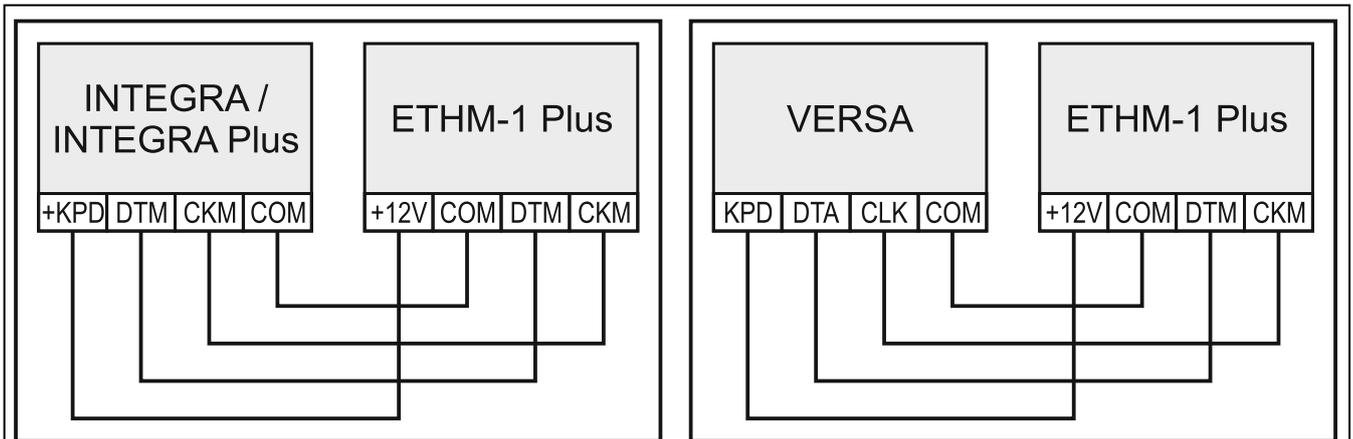

Abb. 2. Anschluss des Moduls an die Alarmzentrale.
3. Verbinden Sie die Klemmen +12V, COM, DTM und CKM des Moduls mit den Klemmen der Alarmzentrale (Abb. 2). Wir empfehlen die Verbindung mittels eines geraden ungeschirmten Kabels auszuführen. Bei der Verwendung eines verdrehten Kabels beachten Sie, dass die Signale CKM (Uhr) und DTM (Daten) nicht in einem Paar verdrehter Leitern geführt werden dürfen.